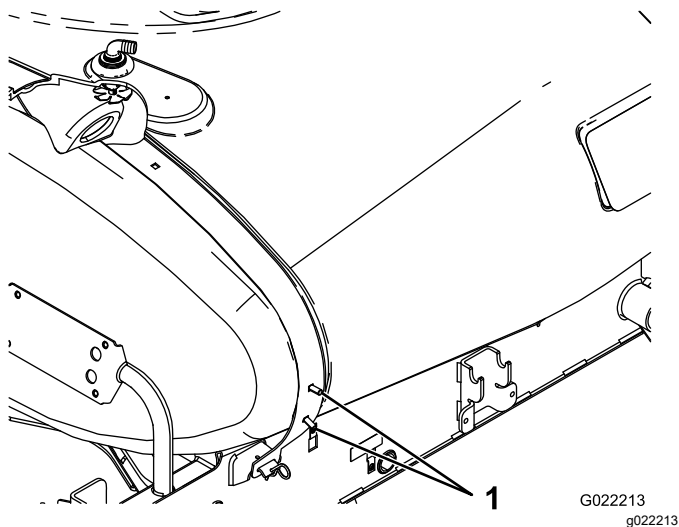

Figura 7
2. Instale 2 parafusos de carroçaria nos furos interiores no lado direito da correia traseira do depósito (Figura 7).